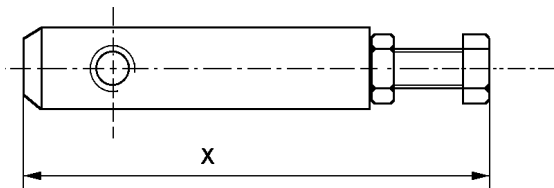

Fig : 21
- Die Nadel vom Nadelhalter (D) entfernen. Dazu die Schraube (E) lösen.
- Den Nadelhalter (D) vom Nadelarm entfernen. Dazu die Schraube (E) lösen.
- Die Länge X des Nadelhalters wie in Abbildung 21 dargestellt messen.